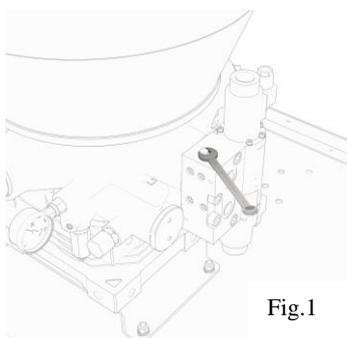

Fig.1
- Sicherstellen, dass in der Pumpe keine Restdrücke vorhanden sind und den Druckwert auf dem Manometer überprüfen. Wenn Druck in der Anlage vorhanden ist, die angegebenen Deckel (Abb. 1 und 2) lösen, um den Druck abzulassen. Kleine Schmiermittelaustritte beachten. Nachdem der Restdruck abgelassen wurde, die Deckel wieder verschließen.